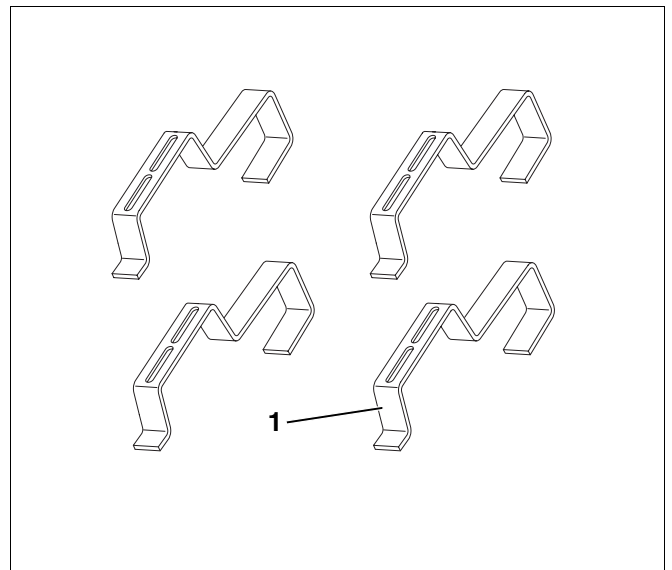

Fig. 5 Conjunto de montagem - Ganchos de fixação para telhado
**4.2.4 Conjunto de montagem - Ganchos para telhado (para telhas cerâmicas) – Fig. 5**